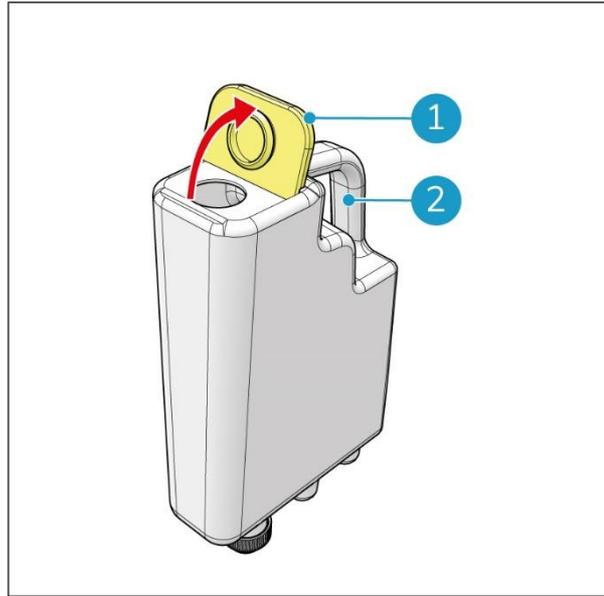

Figure 52
1. Retirez le réservoir de détergent par la poignée (Figure 52, pos. 2) et posez-le sur une surface plane.
2. Ouvrez le bouchon de remplissage jaune (Figure 52, pos. 1).